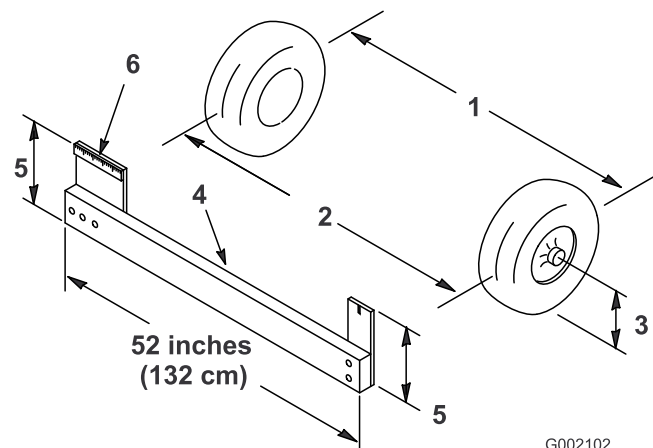

図 15
1. 前輪の前と後ろで、左右のタイヤの中央線間距離を測る；計測はアクスルの高さで行う（図 15）。前輪の後ろで、アクスルの高さで測定を行うには市販または手製のトーイン測定器が必要となる。前後の計測とも同じ道具を使用し、アクスルの高さで正しく測定すること（図 15）。